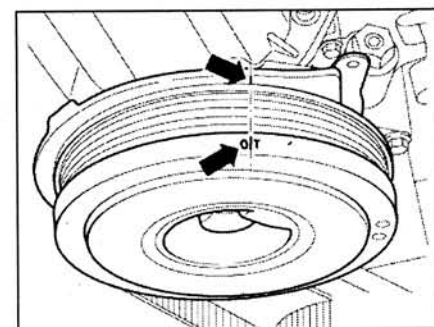

Рис. 3.4. Метки на демпфере и нижнем кожухе зубчатого ремня должны быть совмещены (стрелки).
- метки на шкиве коленчатого вала/демпфере и нижнем кожухе зубчатого ремня должны быть совмещены (**стрелки**) (рис. 3.4).